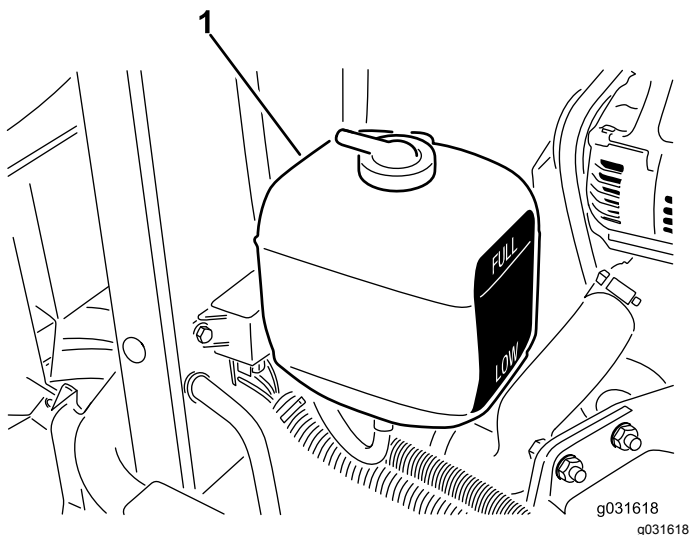

Figura 52
1. Compruebe el nivel de refrigerante del depósito de expansión (Figura 52).